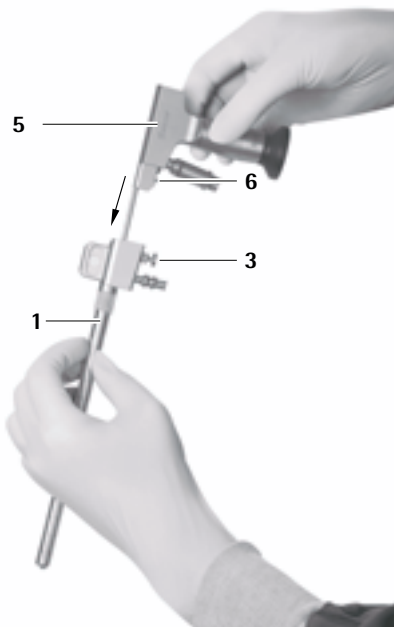
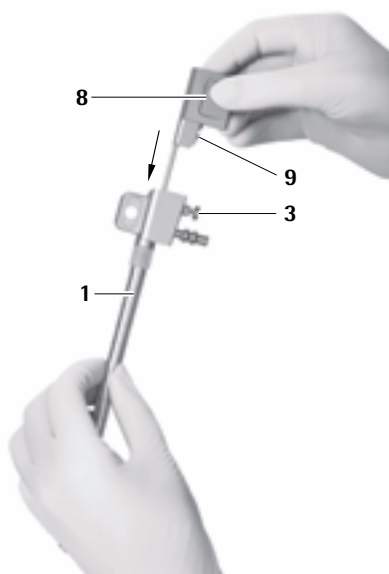

Рис. 14
Рис. 15
- ▶ При этом следить за тем, чтобы фиксатор 6 эндоскопа 5 или фиксатор 9 обтуратора для оптического канала 8 находился на той же стороне, что и деблокирующая кнопка 3 троакара MINOP inVent 1, см. Рис. 14 и см. Рис. 15.